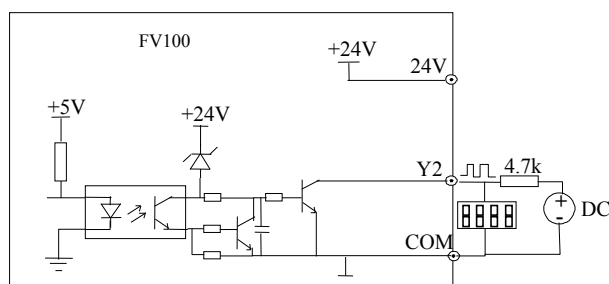

Рис. 4-16. Подключение выхода Y2 как источника тока
4. Если Y2 применяется как импульсный выход, он также может использоваться как внешний источник тока. Подключение показано на рис. 4-16.